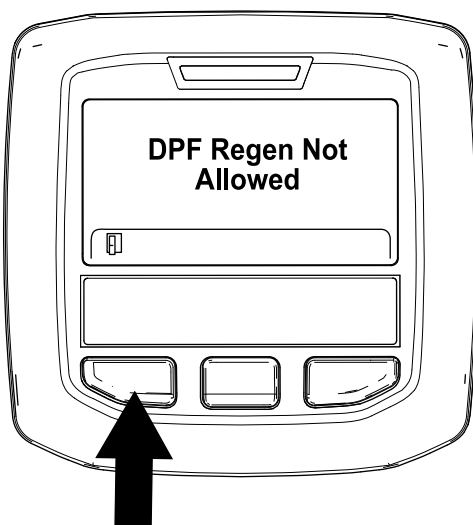

Figure 52
- Si le processus de regeneration n'est pas autorisé par l'ordinateur du moteur, le message « DPF Regen Not Allowed » (régén. FAP non autorisée) s'affiche dans l'InfoCenter (Figure 52). Appuyez sur le bouton gauche pour quitter l'écran d'accueil.